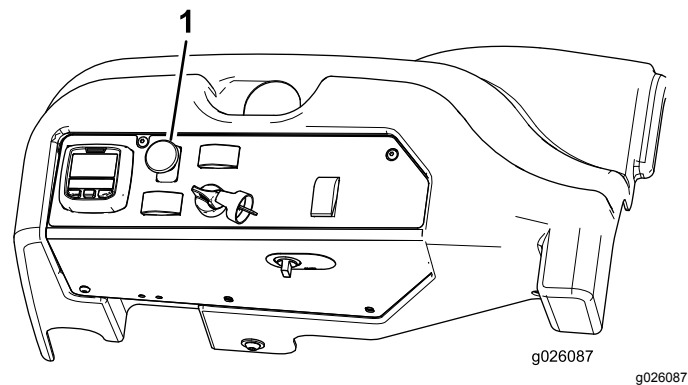

Figura 25
3. Tire del mando de la TDF para engranarla (Figura 25).